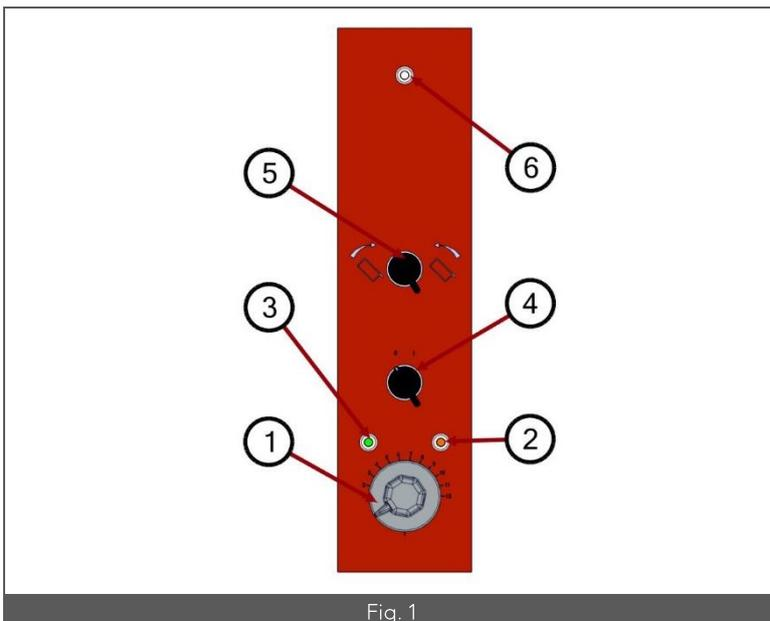

Fig. 1
- Fermer le circuit au disjoncteur, le voyant blanc (Fig. 1 – Rep. 6) s'éclaire, indiquant que l'appareil est sous tension.
- Positionner le commutateur Marche/Arrêt (Fig. 1 – Rep. 4) en position Marche, marqué « I » sur le panneau. Le voyant vert (Fig. 1 – Rep. 3) s'éclaire, indiquant le fonctionnement de l'appareil.
- À l'aide du doseur d'énergie (Fig. 1 – Rep. 1), sélectionner la puissance appropriée. Le voyant orange (Fig. 1 – Rep. 2) s'éclaire pour indiquer la chauffe de la cuve.